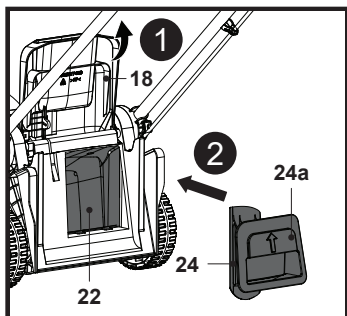

Fig. 13
1. Deschide deflectorul spate (18), ține în poziție mânerul încastrat (24a) și introdu până la capăt accesoriul de mărunțire (24) în jgheabul de evacuare spate (22) (fig. 13).